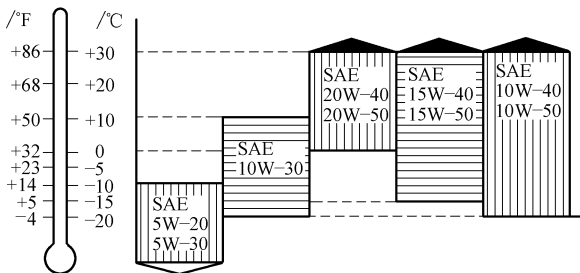

图 4-29
99. 下面关于图 4-29 所示发动机机油黏度图的说法哪一个正确?
① SAE 5W-20 在室外温度为 -10℃ 或更低时不适用
② 在室外温度为 +20℃ 时应使用 SAE 10W-30
③ SAE 20W-50 在室外温度为 -20℃ 和高于 -20℃ 时使用
④ SAE 10W-50 在 -20℃ 上的温度区都可使用
⑤ SAE 10W-40 在 -40℃ 上的温度区都可使用